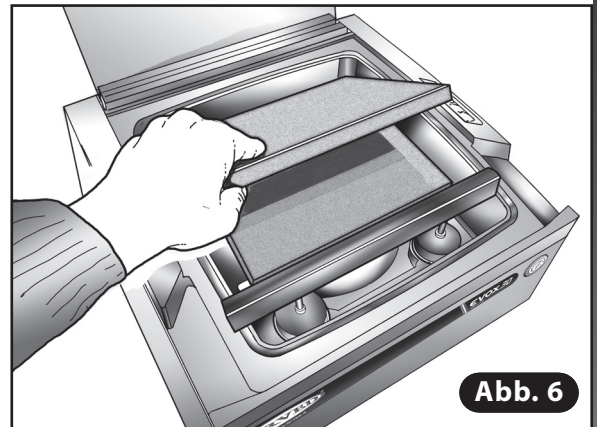

Abb. 6
- 4) Einlegeböden aus PE aus der Wanne nehmen (**Abb. 6**).